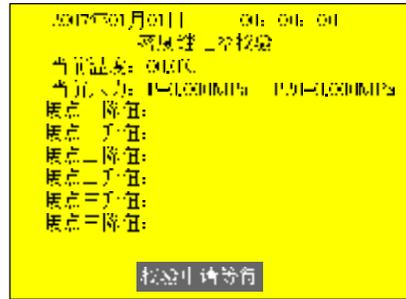

图 12
(4) 接点一、接点二、接点三上升值和下降值校，操作同“(1) 接点一上升值和下降值校验” 如图 12。